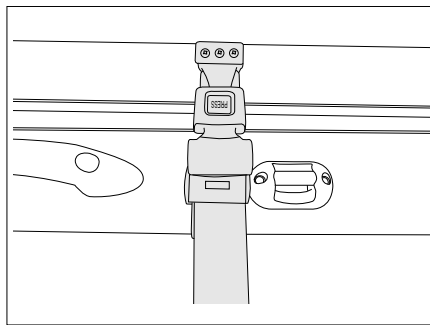

Fig. 172 Cintura di ritegno
- Allentare la cintura di ritegno (Fig. 172).
- Applicare la cintura di ritegno (Fig. 172).